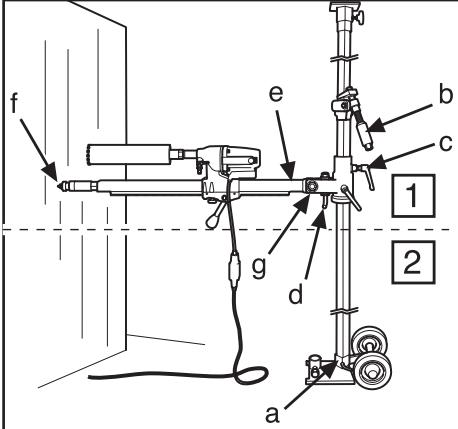
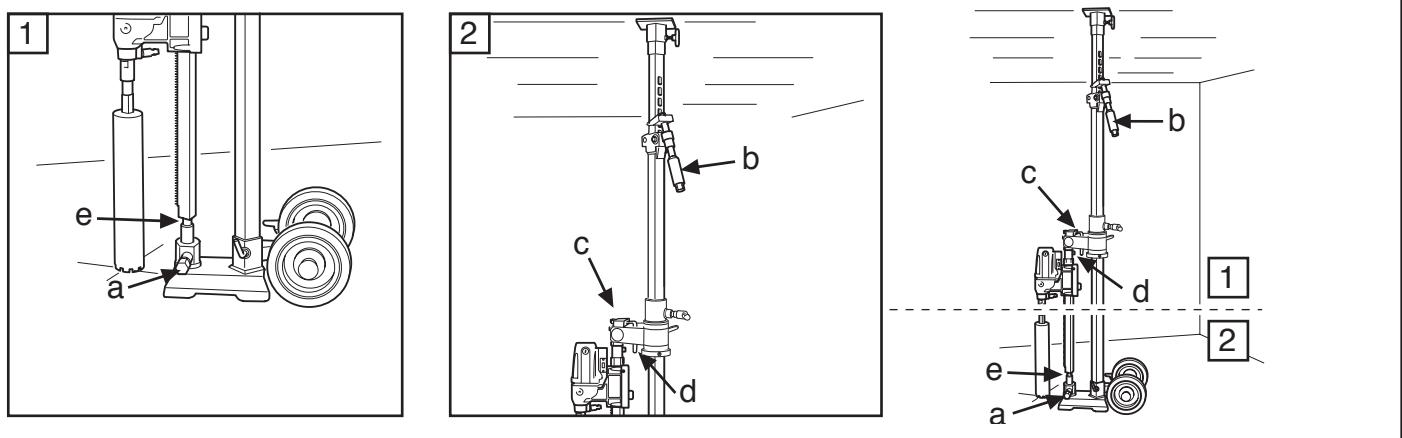

Fig. 6
Fig. 11
rivolto verso l'alto, e viceversa se l'altezza di foratura è inferiore a 1,5 m. Controllare che il montante sia fissato alla piattaforma con il bullone di fissaggio (a) (fig. 6, 8).
6. Riportare in posizione la colonna di foratura ruotandola in modo che la perforatrice sia nella posizione desiderata contro la parete. Fissare la manopola di bloccaggio (fig. 6, 7) (c).
Außenrohr nach oben gedreht sein, bei Bohrungen unterhalb von 1,5 m ist es umgekehrt. Überprüfen, ob der Stempel mit dem Sicherungsbolzen (a) in der Sohlenplatte verriegelt ist (Abb. 6, 8).
6. Bohrsäule mit dem Bohrmotor in die gewünschte Stellung an der Wand zurückdrehen. Verriegelungsdrehknopf sichern (Abb. 6,7) (c).
orienté vers le haut ; si le forage est effectué à une hauteur inférieure à 1,5 m, il doit être orienté vers le bas. Contrôler que le poteau est verrouillé dans le piétement à l'aide du boulon de blocage (a) (Fig. 6, 8).
6. Tourner le pilier de forage avec le moteur de forage sur la position souhaitée contre le mur. Verrouiller la poignée de verrouillage (Fig.6, 7) (c).
vanaf de wand, de kolomschroef moet ingeschroefd zijn. Wanneer hoger dan 1,5 m moet worden geboord, moet de dikkere buitenpijp omhoog zijn gedraaid en andersom wanneer lager dan 1,5 m wordt geboord. Controleer of de kolom met de borgbout (a) in de bodemplaat vastzit (Fig. 6, 8).
6. Draai de boorkolom met de boormotor terug naar de gewenste stand tegen de wand. Zet de borgknop vast (Fig. 6, 7) (c).
7. Riportare indietro e sollevare la colonna di foratura, bloccandola con l'impugnatura a L (d) e il dado (g) (fig. 6, 7). Per la foratura angolata, allentare l'impugnatura a L (d) e portare la colonna di foratura all'angolo desiderato serrando il dado (g) con la chiave da 30 mm (fig. 6, 7).
8. Controllare la posizione della testa di foratura. Avvitare la vite del montante (f) (fig. 6, 10) alla parete per fissare la colonna di foratura. Fissare con il dado di bloccaggio da 30 mm (f) (fig. 6, 10), utilizzando un
- La colonna di foratura ruota di 360° e si blocca nella posizione desiderata con la chiave a brugola da 8 mm (e) (fig. 6, 7).
7. Die Bohrsäule nach hinten winkeln und hochklappen, mit dem L-Griff (d) und der Mutter (g) sichern (Abb. 6, 7). Beim Winkelbohren wird der L-Griff (d) gelöst und die Bohrsäule auf den gewünschten Winkel eingestellt, dazu wird die Mutter (g) mit dem 30-mm-Schraubenschlüssel (Abb. 6, 7) angezogen.
8. Die Stellung der Bohrkrone prüfen. Die Stempelschraube (f) (Abb. 6, 10) zur Befestigung der Bohrsäule an der Wand einschrauben. Mit 30-mm-Sicherungsmutter (f) sichern (Abb. 6, 10), dabei einen Holzstab oder dergleichen als Zwischenstück
- Die Bohrsäule ist um 360° drehbar und wird mit einem 8-mm-Inbusschlüssel (e) fixiert (Abb. 6, 7).
7. Remettre en place, sortir le pilier de forage et attacher avec la poignée en L (d) et l'écrou (g) (Fig.6, 7). En cas d'ébarbage, la poignée en L (d) doit être desserrée et le pilier de forage réglé sur l'angle souhaité en serrant l'écrou (g) à l'aide d'une clé de 30 mm (Fig.6, 7).
8. Contrôler la position du trépan. Visser la vis du poteau (f) (Fig. 6, 10) contre le mur pour attacher le pilier de forage. Attacher avec un contre-écrou de 30 mm (f) (Fig. 6, 10) en utilisant une règle en bois ou un instrument similaire comme pièce intermédiaire.
- Le pilier de forage peut pivoter à 360° et se verrouiller sur la position choisie à l'aide d'une clé hexagonale de 8 mm (e) (Fig. 6, 7).
7. Klap de boorkolom terug, zet vast met de L-handgreep (d) en moer (g) (Fig. 6, 7). Bij boren onder een hoek wordt de L-handgreep (d) losgemaakt en de boorkolom in de gewenste hoek gezet door de moer (g) met een 30 mm sleutel vast te draaien (Fig. 6, 7).
8. Controleer de stand van de boorkroon. Schroef de kolombout (f) (Fig. 6, 10) tegen de wand om de boorkolom te fixeren. Zeker met borgmoer 30 mm (f) (Fig. 6, 10) gebruik een houten regel of iets dergelijks
- De boorkolom is 360° draaibaar en wordt in de desbetreffende standen vastgezet met een 8 mm inbussleutel (e) (Fig. 6, 7).
1. Montare il supporto nel rispetto delle istruzioni. Per la foratura di pareti, vedere pag. 17, 19. Abbassare la colonna di foratura con l'impugnatura a L (d) in modo che la vite del montante (f) (fig. 6, 7) tocchi il manicotto
di bloccaggio (a) (fig. 11). Serrare il dado di bloccaggio (g) con una chiave da 30 mm (fig. 6, 7) e la manopola di bloccaggio (c) (fig. 6, 7).
3. Bloccare la vite del montante nel relativo manicotto con la vite di bloccaggio (a) e il dado (e). Serrare con la chiave da 24/30 mm (fig. 11).
1. Den Ständer der Anleitung „Bohren in der Wand“ entsprechend anbringen, siehe Seite 17, 19. Die Bohrsäule mit dem L-Griff (d) so herabklappen, dass die Stempelschraube (f) (Abb. 6, 7) in der Sicherungshülse (a) (Abb.
11) landet. Die Sicherungsmutter (g) mit einem 30-mm-Schraubenschlüssel (Abb. 6, 7) und den Verriegelungsknopf (c) (Abb. 6, 7) anziehen.
3. Die Stempelschraube mit Sicherungsschraube (a) und Mutter (e) in der Sicherungshülse verriegeln und mit einem 24/30-mm-Schraubenschlüssel festziehen (Abb. 11).
1. Monter le support selon les instructions de Forage dans un mur, voir pages 17, 19. Rabattre le pilier de forage avec la poignée en L (d) afin que la vis du pilier (f) (Fig.6, 7) bute sur la rondelle de blocage (a) (Fig.11). Serrer le contre-écrou (g) à l'aide d'une clé de 30 mm (Fig.6, 7) et serrer la poignée de
verrouillage (c) (Fig.6, 7).
3. Verrouiller la vis du poteau dans la rondelle de blocage avec la vis de blocage (a) et l'écrou (b) et serrer à l'aide d'une clé de 24/30 mm (Fig.11).
1. Monteer het statief volgens de aanwijzingen, Boren in wanden, zie bladzijde 17, 19. Klap de boorkolom met de L-handgreep (d) uit, zodat de kolombout (f) (Fig. 6, 7) tegen de borghuls komt (a) (Fig. 11). Zet de borgmoer (g) vast met een 30 mm sleutel (Fig. 6, 7) en zet de knop